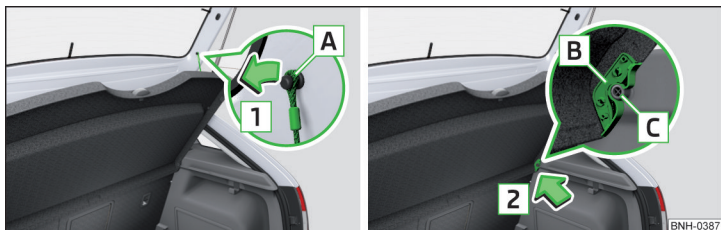

Fig. 86 Retirar la cubierta del maletero
Si las cintas de sujeción **A** » fig. 86 están enganchadas en la tapa del maletero, entonces al abrir la tapa también se levantará la cubierta del maletero (a continuación, sólo como cubierta).
- Sacar en ambos lados de la tapa del depósito las cintas de sujeción **A** en el sentido de la flecha **1** » fig. 86.
- Coloque los alojamientos **B** en la cubierta sobre los pernos **C** del revestimiento lateral » fig. 86.
- Los alojamientos **B** en la cubierta deben colocarse completamente en los pernos **C** del revestimiento lateral » fig. 86.